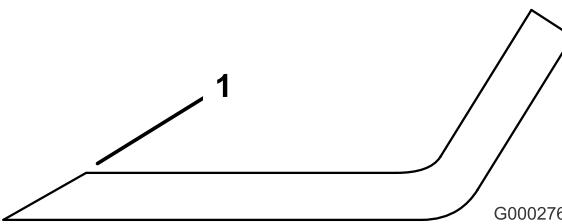

Figura 83
- Examine as partes cortantes de todas as lâminas. Afie as extremidades de corte se estas apresentarem sinais de desgaste ou ranhuras. Afie apenas a zona superior da parte cortante e mantenha o ângulo de corte original para garantir um desempenho eficaz da lâmina (Figura 83). A lâmina mantém o equilíbrio se for retirada a mesma quantidade de metal de ambas as partes cortantes.